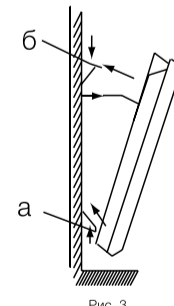

Рис. 3
- Закрепить прибор на кронштейне необходимо следующим образом (рис. 3):